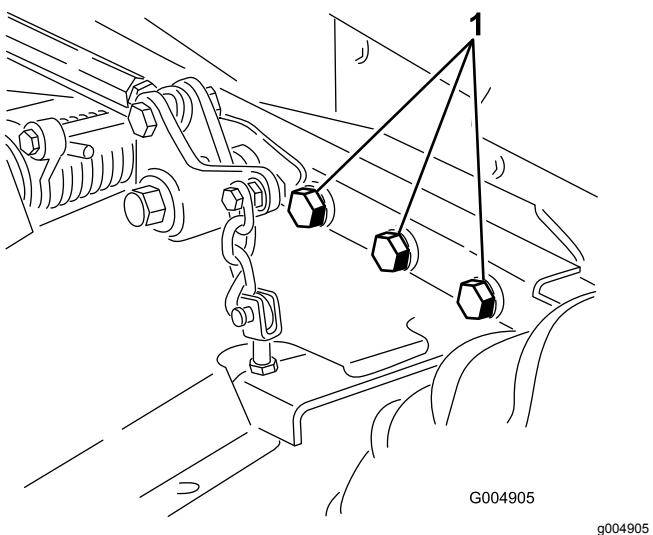

Figure 87
4. Vérifiez le serrage de toutes les fixations et resserrez-les au besoin. Serrez les 6 boulons qui fixent le cadre du tablier de coupe au groupe de déplacement (Figure 87) à 359 N·m (265 pi-lb).